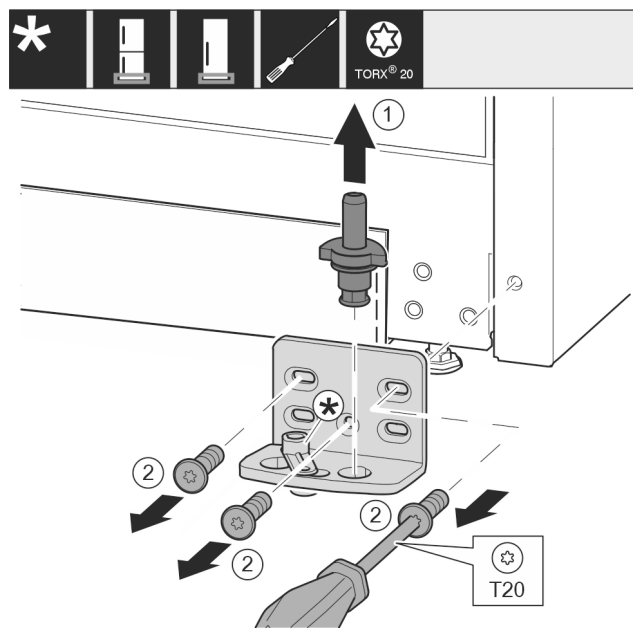

Fig. 42 *
- ▶ Ležajni sornik Fig. 42 (1) v celoti izvlecite v smeri navzgor.*
- ▶ Odvijte vijake Fig. 42 (2) z izvijačem in snemite ležajni podstavek.*